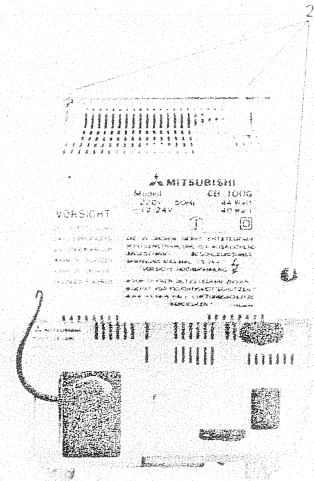
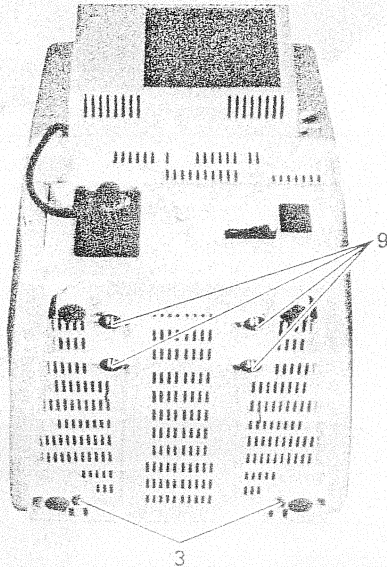

Abb. 1
Abb. 2
- (1) Ziehen Sie den Netzstecker aus der Rückwand.
- (2) Lösen Sie die vier Knöpfe (Pos.1) (Abb.1).
- (3) Drei Schrauben (Pos.2), Abbildung 1, und zwei Schrauben (Pos.3), wie in Abbildung 2 beschrieben.
- (1) Entfernen Sie die vier Schrauben (Pos.9), wie in Abbildung 2 angegeben, aus dem Gehäuseboden.